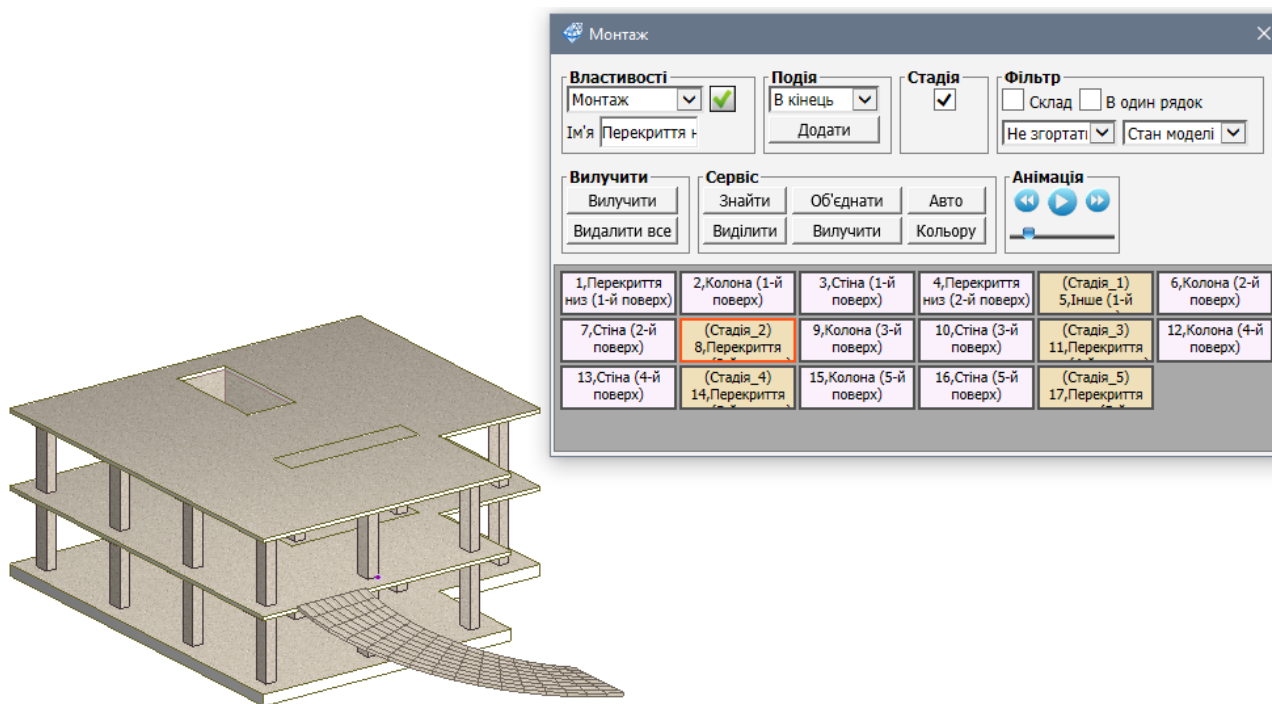

Рис. 23.20. Друга стадія монтажу
- Натисніть кнопку **Відтворити** для відтворення анімації появи подій та стадій (рис. 23.20; 23.21).